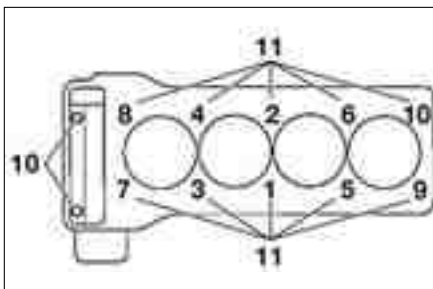

FIG. 57
- Desconectar los manguitos a la altura de la caja de termostato (5).
- la bomba de alta presión de combustible (6).
- la conducción de llegada de aceite (7) del turbocompresor.
- los 3 tornillos (8).
- el turbocompresor (9).
- los 2 tornillos (10).
- Aflojar progresivamente y por pasadas sucesivas en el orden inverso (fig. 57) los tornillos de culata (11) y desmontar los.
- apretar los tornillos de culata en orden creciente (fig. 57) y al par.